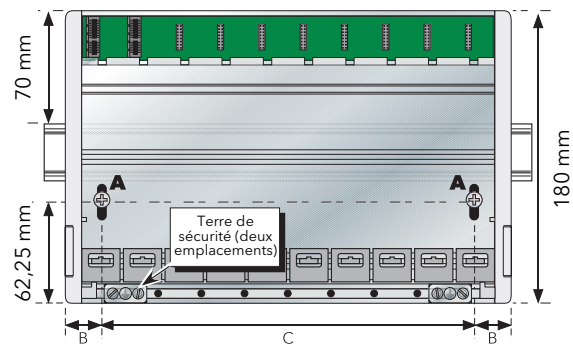

Figure 1 Dimensions de l'unité de base
2. En s'aidant d'un tournevis cruciforme adapté, desserrer les vis ('A' sur la figure 1) de la base et les laisser retomber, avec leurs clips de rétention, au fond de la fente de vissage.
3. Placer l'instrument sur le bord supérieur du rail DIN et, au moyen du tournevis, faire glisser les vis (A) et les clips associés vers le haut, le plus loin possible vers le haut des fentes de vissage.
2. Maintenir la base horizontalement sur le panneau et marquer la position des deux trous sur le panneau (pour connaître les centres, consulter la figure 1 ci-dessus).